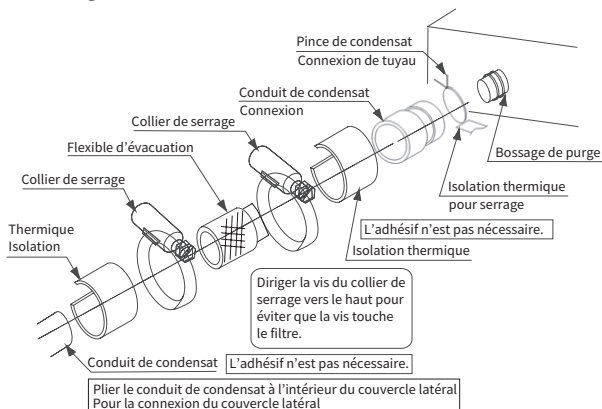

Fig.6.1 Raccordement de la tuyauterie de vidange
- (2) Les travaux de tuyauterie devraient être effectués sous l'unité. Ouvrez la grille d'entrée d'air comme le montre la Fig.6.1 de la section 1 et retirez le capot latéral comme le montre la Fig.3.2 avant les travaux de tuyauterie.
(1) Pour La Connexion Du Côté Droit
- (c) Serrer la vis du collier de serrage du tuyau afin de maintenir le tuyau autour du raccord de vidange sans aucune fuite d'eau de vidange, comme le montre la Fig. 6.1.
- (d) Isoler le tuyau de vidange autour du collier de serrage du tuyau pour éviter toute condensation, comme le montre la Fig. 6.1.